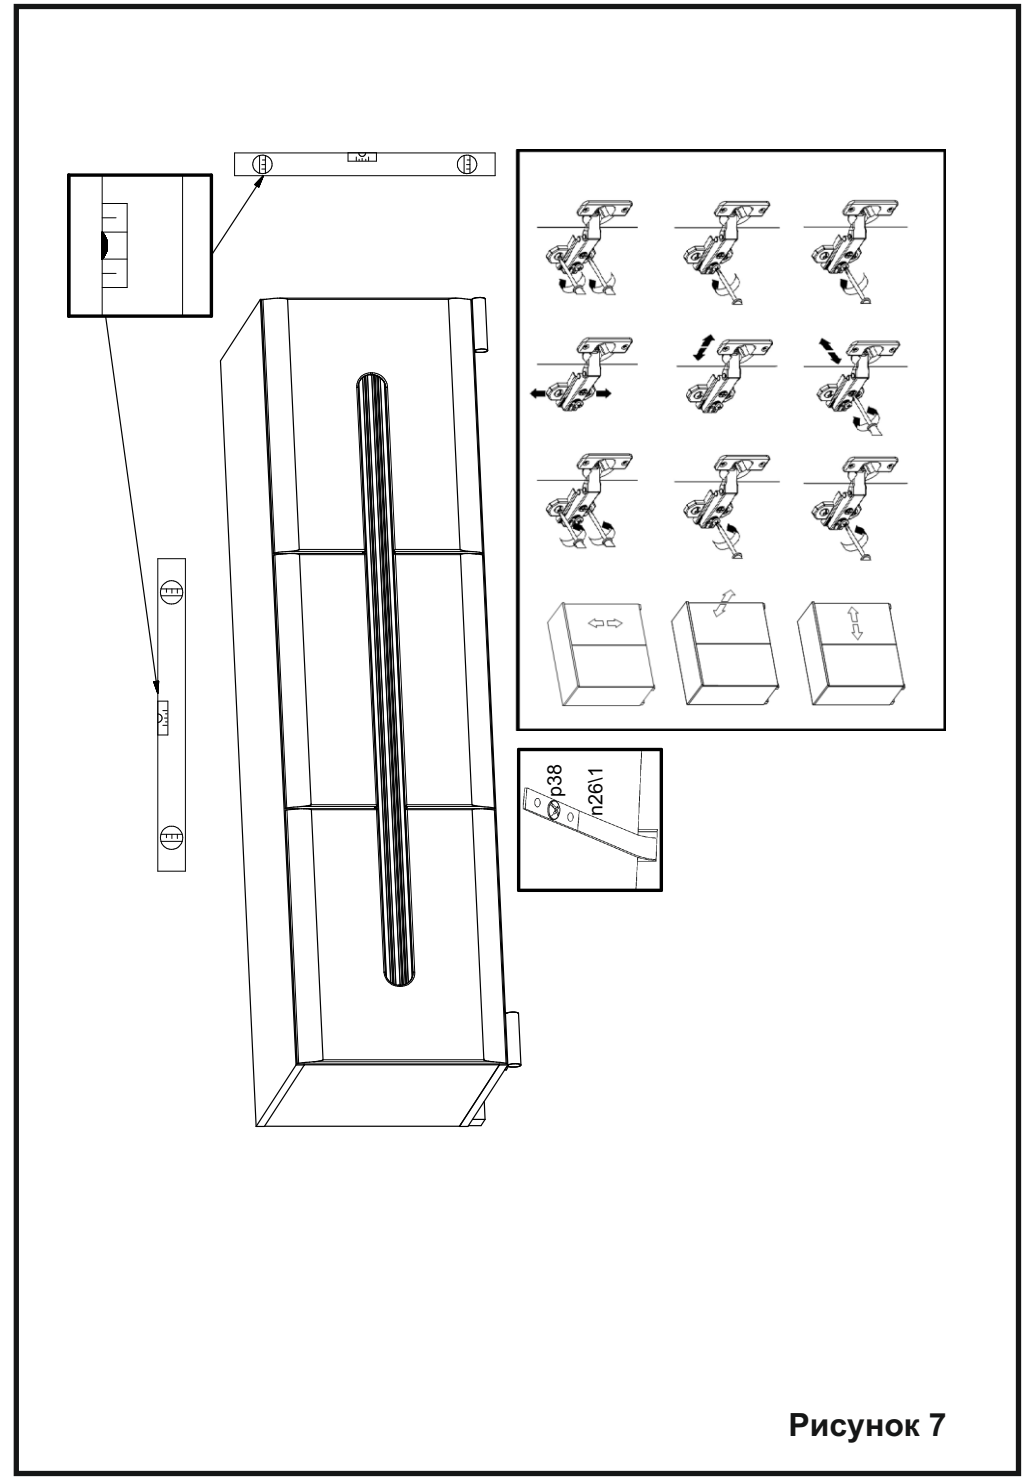

Рисунок 7
22. Навесить дверь **3** на корпус изделия, совместив петли шарнирные **a102** с ответными планками петель **b59**. При необходимости отрегулировать положение двери, вращая регулировочные винты (см.рис. 7).